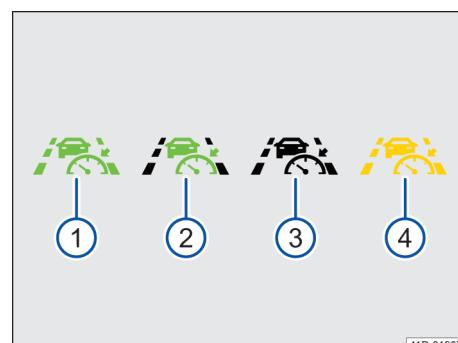

图 100 半自动驾驶辅助系统图标
- 图 100 ① 半自动驾驶辅助系统 (Travel Assist) 已激活、自适应巡航和自适应车道导向已激活。
- 图 100 ② 半自动驾驶辅助系统 (Travel Assist) 已激活、自适应巡航已激活以及自适应车道导向未激活。
- 图 100 ③ 关闭半自动驾驶辅助系统 (Travel Assist)。
组合仪表显示屏上的绿色指示灯→图 100 ① 亮起。此外，在识别到道路交通标线时，通过转向动作将车辆保持在车道内。
→ 图 100 ④ 半自动驾驶辅助系统（Travel Assist）不可用或不按要求工作。